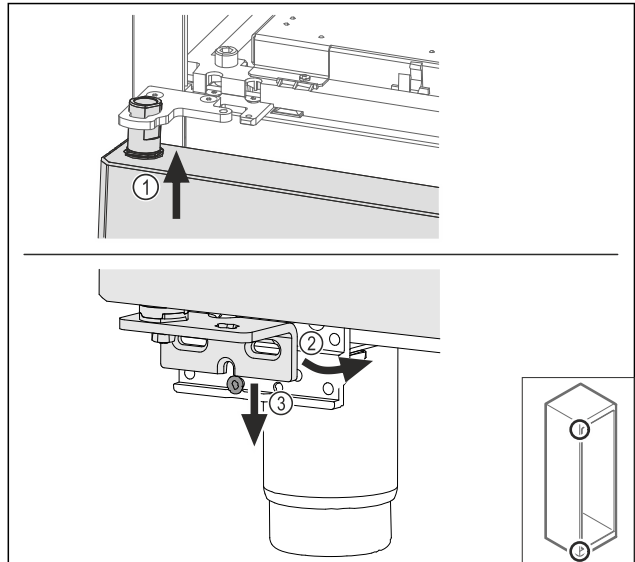

Fig. 64
- ▶ Inserire la porta leggermente inclinata in alto Fig. 64 (1),addrizzare la porta Fig. 64 (2) e posizionarla in basso sulla vite del blocco di supporto Fig. 64 (3).